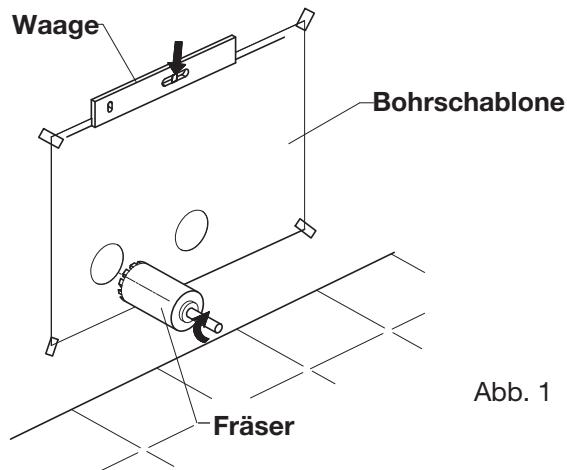

Abb. 1
- Appicare sul muro la ditta di foratura e fissarla in bolla. (Abb. 1)